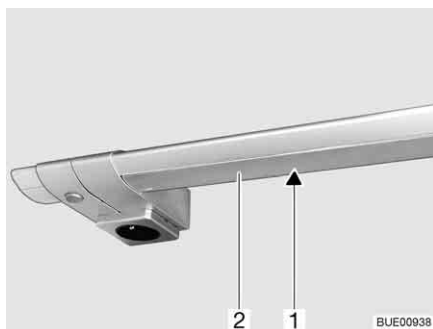

Fig. 226 Eclairage de la cuisine
- Exercer une légère pression sur le couvercle (Fig. 226,2) avec les deux mains et le tirer vers le bas. Commencer toujours à tirer l'extrémité gauche ou l'extrémité droite.
- Retirer l'ampoule halogène (Fig. 226,1).